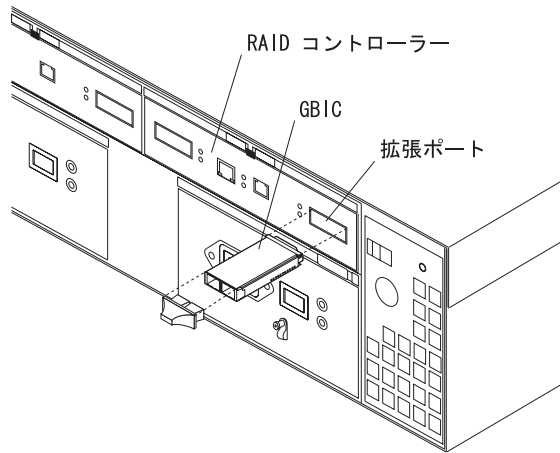

図28. FASiT200 への GBIC の取り付け
1. 34 ページの図 28 に示すように、GBIC を FAST200 の背面にある拡張ポートに差し込み、保護キャップを取り外します。